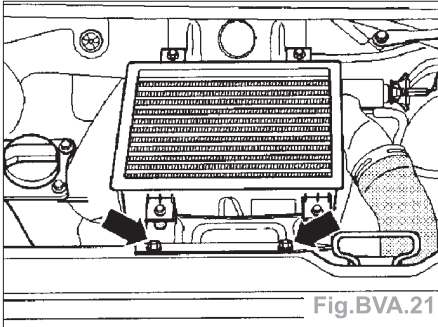

Fig.BVA.21
- Déposer du porte-serrure le radiateur d'air de suralimentation s'il y a en un (flèches) (Fig.BVA.21).